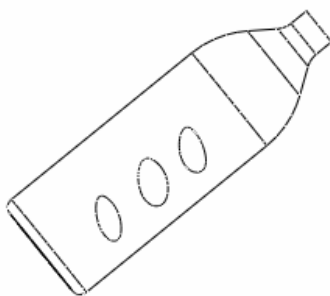

图 34-15
(4) 单击  完成曲面实体化切割特征，如图 34-15 所示。